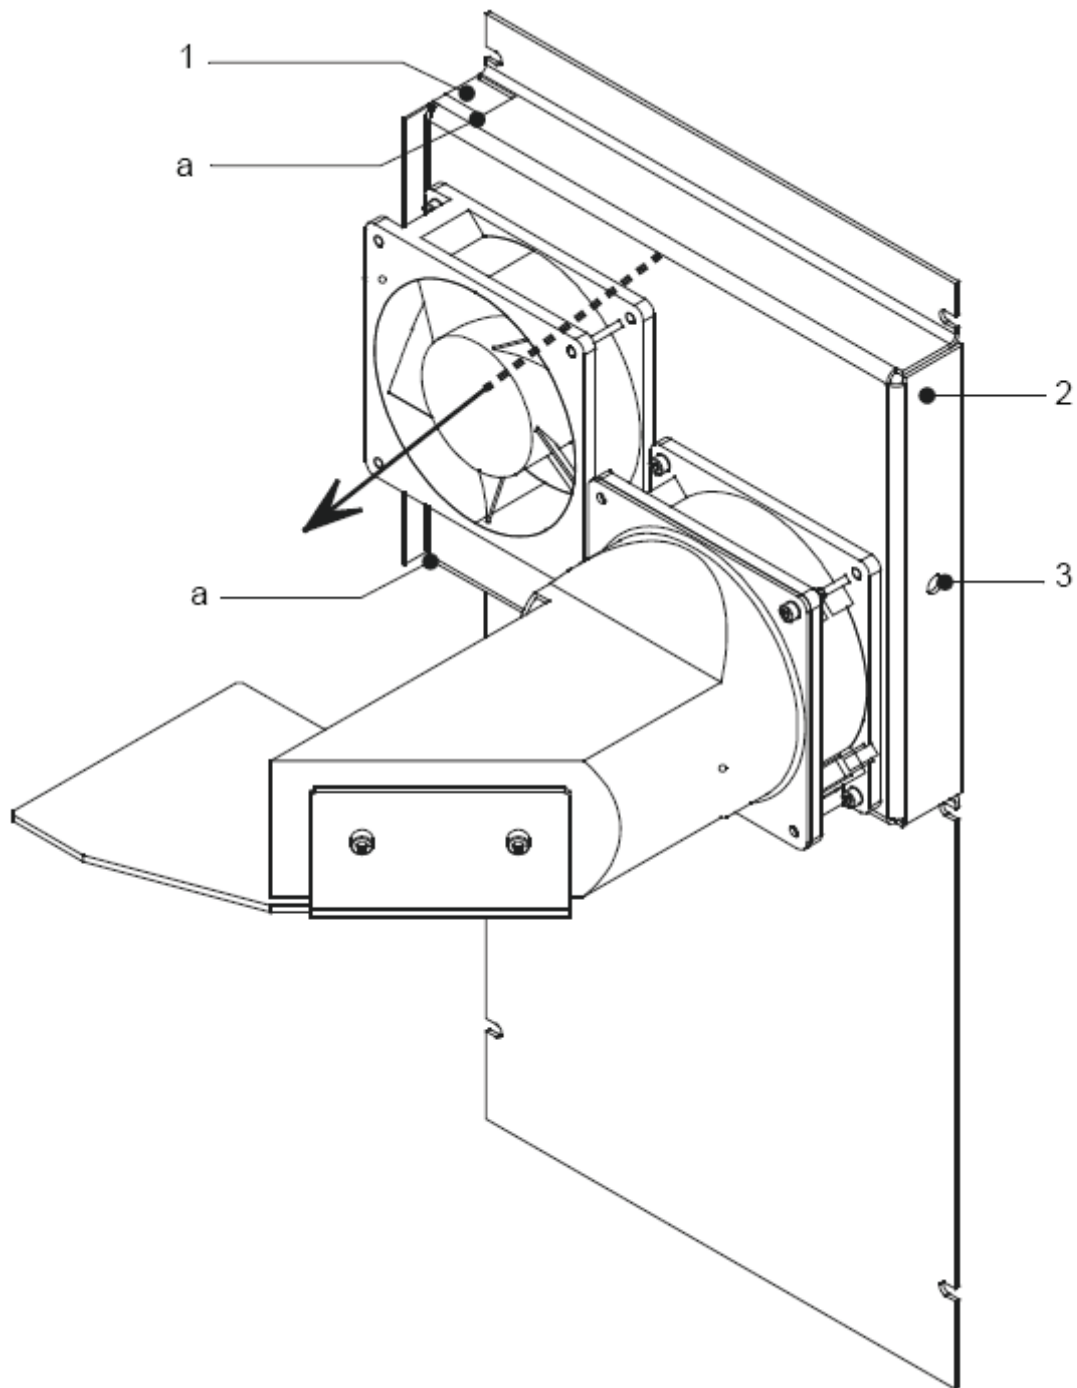

Рис. 9-2. Замена фильтрующего элемента
- Ухватите фильтрующий элемент двумя пальцами (рис. 9-2/а) и вытяните его из направляющей планки. Кроме того, можно подтолкнуть фильтр вперёд подходящим инструментом через отверстие для выталкивания (рис. 9-2/3), находящееся с обратной стороны.
- При замене фильтрующего элемента обращайте внимание на направление. Правильное направление указано чёрной стрелкой на рис. 9-2.